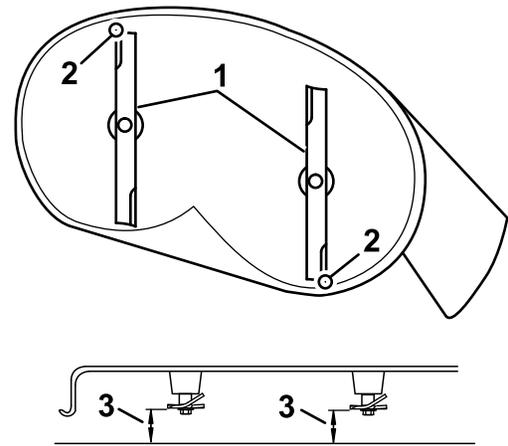

図 59
4. 注意深くブレードを回転させて、ブレードを前後方向に向ける 図 59。
5. 前方のブレードの前端の刃先から平らな床面までの距離を測定する。同様に、後方のブレードの後端の刃先から平らな床面までの距離を測定する 図 59。